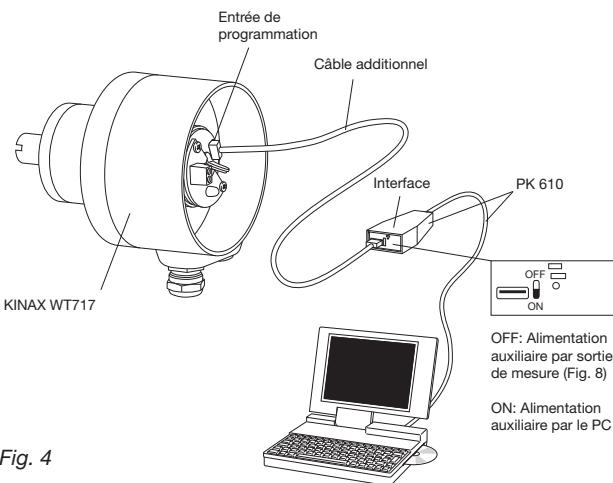
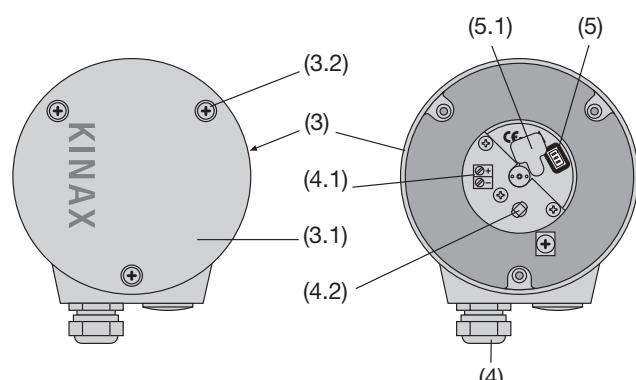

Fig. 4
Fig. 6. Partie arrière (3) avec bornes (4.1) et presse-étoupes (4). à gauche: avec couvercle (3.1) fermé.
1. Enlever le couvercle (3.1 Fig. 6). Enlevant le cache en caoutchouc (5.1) le connecteur de programmation (5) devient accessible (voir chapitre «**8.1 Raccorder les lignes**»). Raccorder le KINAX WT 717 selon Fig. 4 à l'équipement de programmation. Démarrer le logiciel 2W2. Configurer, si nécessaire, le convertisseur avec les caractéristiques désirées.